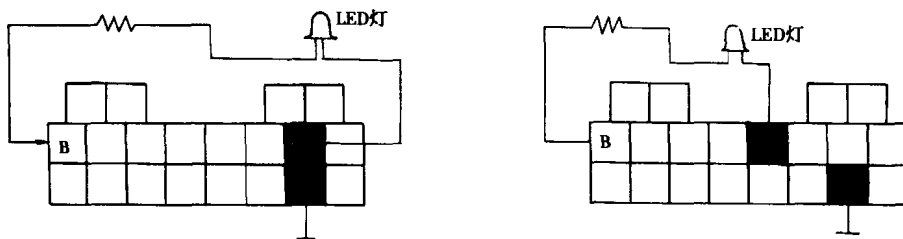

图 1-1-10 20PIN 诊断座
(1)以图 1-1-10 连接 LED 灯,将点火开关 KEY - ON,发动机不发动,此时会由 LED 灯及仪表板上的“CHECK”故障指示灯闪烁故障码。